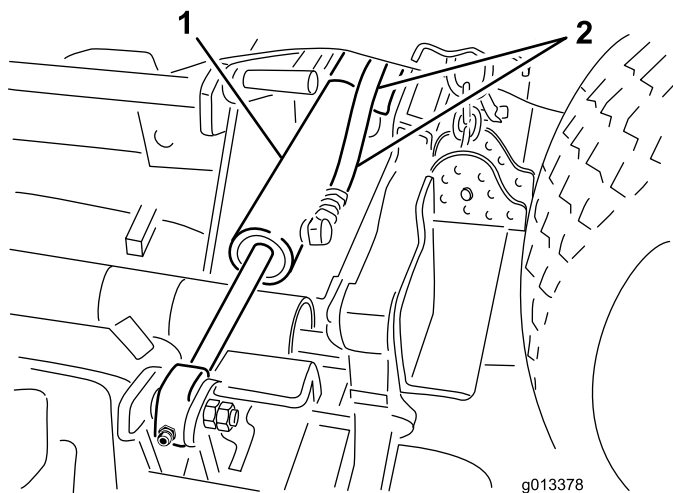

Figura 3
4. Scollegate i flessibili idraulici dai cilindri di sollevamento del piatto laterale (Figura 3).